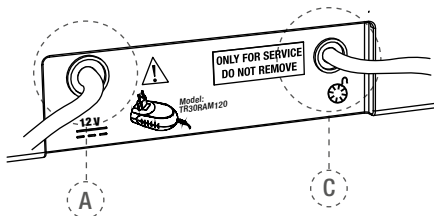

Abb. 2 Rückseite der Steuereinheit
- b. Stecken Sie den Stecker des Batterie ladegeräts in die passende Buchse (A - siehe Abb. 2) auf der Rückseite des Geräts (Details siehe Kapitel 7.3.3).
- d. Stecken Sie das Fußschalterkabel in die Buchse auf der Rückseite des Geräts (C - siehe Abb. 2).
Orange blinkend: Batterieladegerät ist korrekt an die Buchse A (siehe Abb. 2) auf der Rückseite des Geräts angeschlossen und Batterie wird geladen. Wenn sich das Gerät ausschaltet und das Batterieladegerät angeschlossen wird, schaltet sich das Gerät wieder ein, und die folgende Nachricht erscheint auf dem Display: